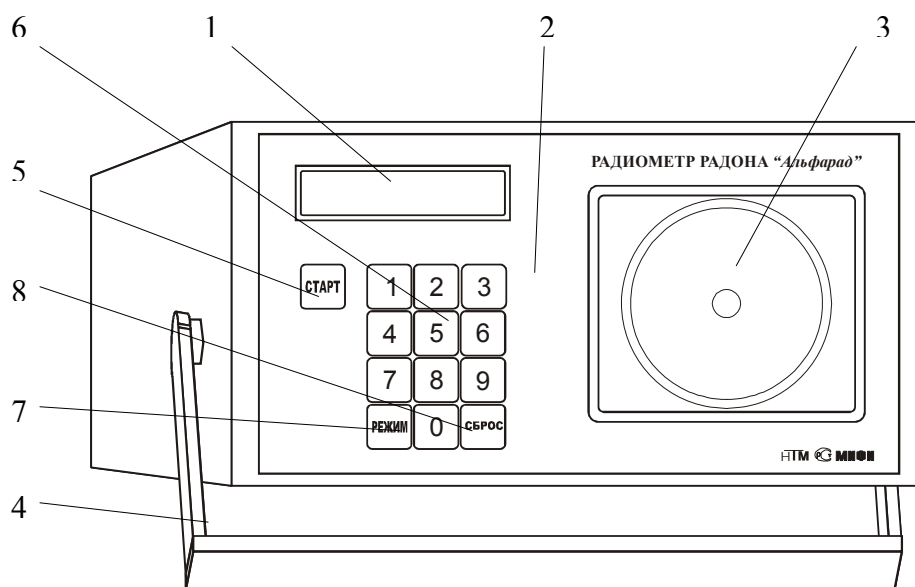

Рисунок 2. Внешний вид радиометра.
1.4.3. Блок радиометра имеет встроенный микропроцессор и размещен в корпусе из металла и пластика, на котором расположены элементы управления и индикации (рис.2).
На лицевой панели блока управления установлены (рис.2):
3.3.1. Выбор режима работы радиометра осуществляется путем нажатия одной из кнопок 1÷8 (рис.2). Вход в любой из пунктов меню осуществляется кнопкой СТАРТ, выход из любого пункта меню осуществляется нажатием кнопки СБРОС. Последовательно нажимая кнопку РЕЖИМ или одну из кнопок 1÷8, можно выбрать любой из режимов измерений прибора: